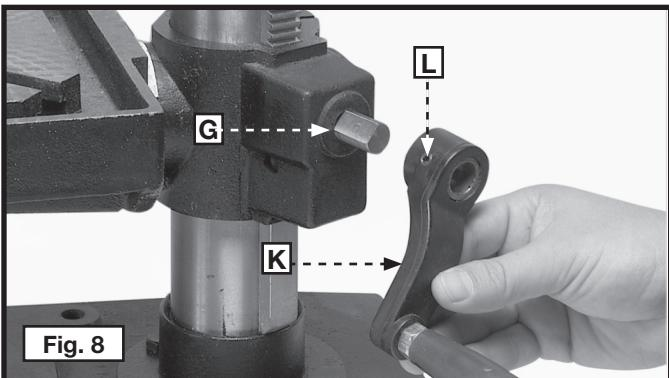

Fig. 8
7. Fixer la poignée de réglage de la table (K), fig. 8, sur l'arbre de la vis sans fin (G). Serrer la vis (L) contre le méplat de l'arbre.